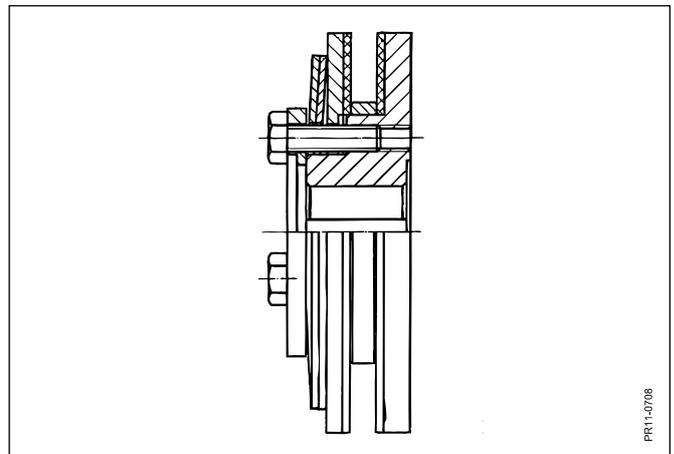

Fig. 6.5
**Fig. 6.5** Démontez l'embrayage à disques de la vis et la nettoyez pour éviter la rouille. Vérifiez l'usure des disques d'embrayage et les remplacez si nécessaire.